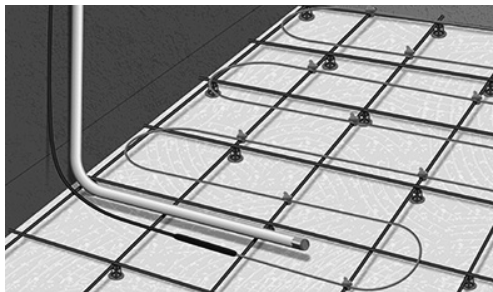

Abb. 6. Platzieren Sie das Rohr/den Sensor zwischen zwei Kabeln
7. Installieren Sie ein Leerrohr für den Bodensensor. Stellen Sie sicher, dass sich das Ende des Leerrohrs auf gleicher Höhe wie das Heizkabel und zwischen zwei Schleifen befindet, ca. 50 cm von der Wand entfernt. Verschließen Sie das Ende des Leerrohrs (Abb. 6).